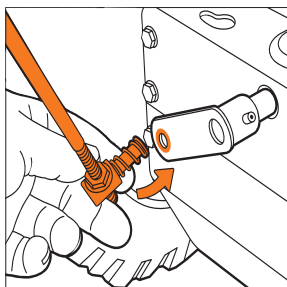
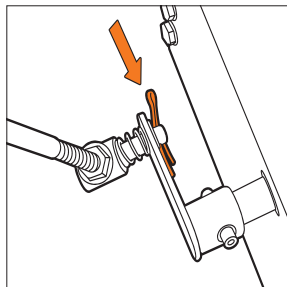

Рис. 7
Рис. 8
- Подсоедините штангу к кронштейну привода на корпусе снегоуборочной машины (Рис. 7) и зашплинтуйте ее (Рис. 8).